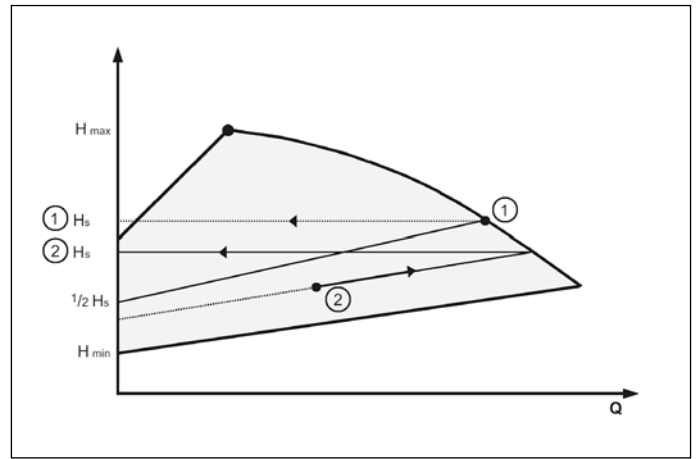

Fig. 5
- **Δp-v:** Elektronika zwiększa ustaloną wartość zmiennego ciśnienia w prostej linii pomiędzy H_s i $\frac{1}{2}H_s$. Nastawiona wartość różnicy ciśnień H maleje lub wzrasta zależnie od przepływu (Rys. 5).